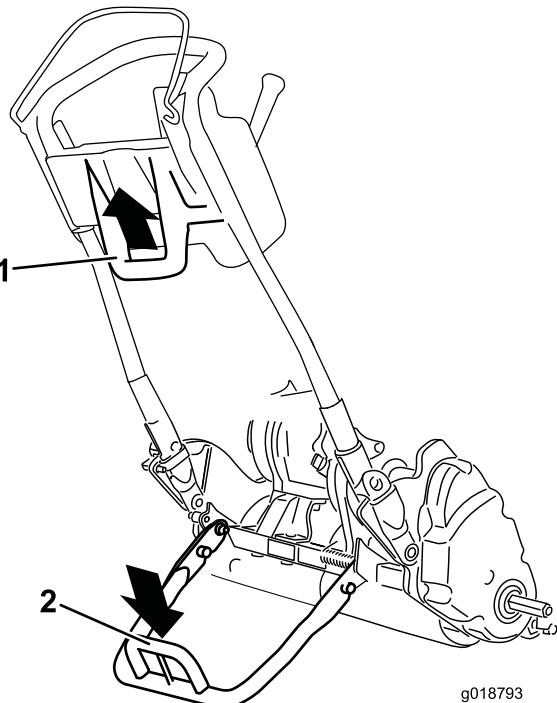

Figure 22
- Pour utiliser la béquille afin de monter les roues de transport, abaissez-la au sol et posez le pied sur l'arceau tout en tirant vers le haut et l'arrière par la poignée centrale inférieure (Figure 22).